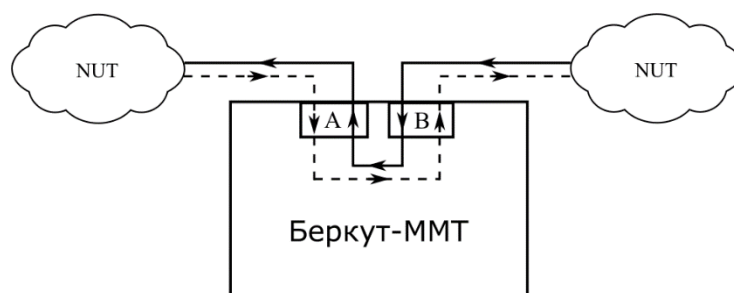
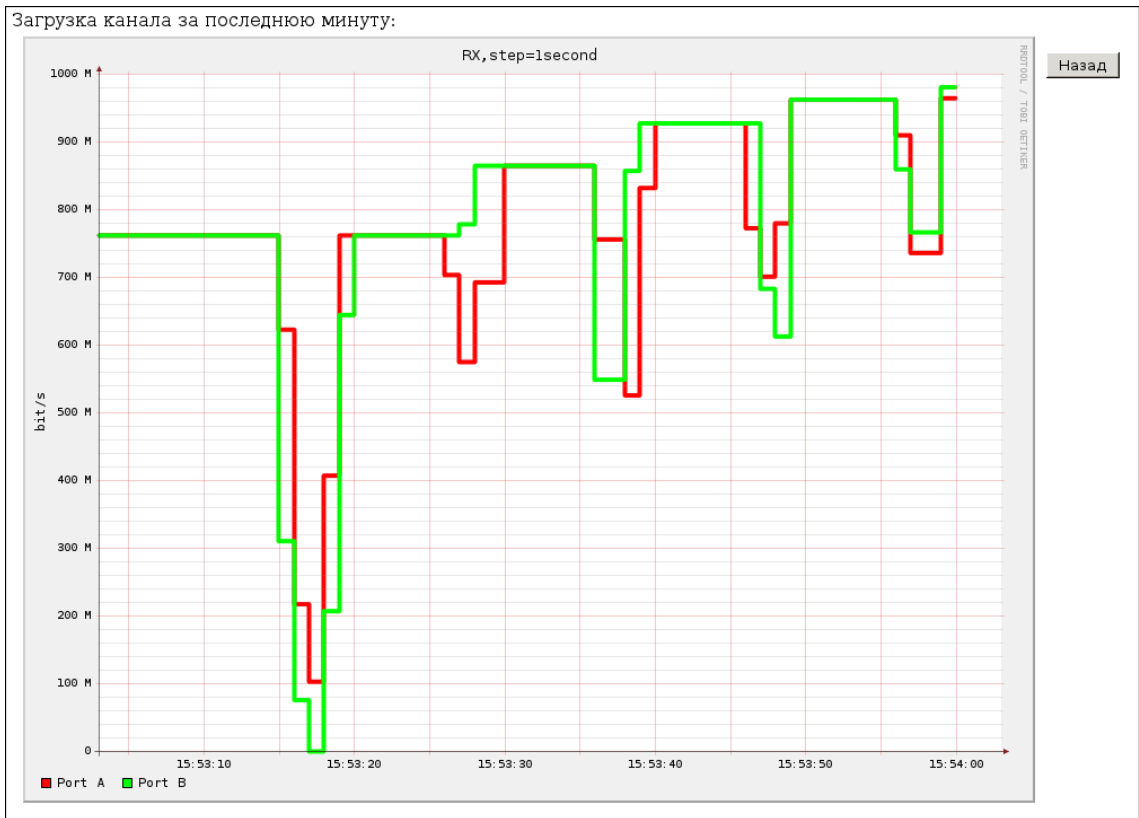

Рисунок 17.1. Подключение в режиме «Транзит»
Рисунок 17.2. График загрузки канала
1. Подключить прибор к тестируемой сети (см. рис. 17.1).
После выполнения вышеперечисленных действий трафик, приходящий на порт А(В) без изменений перенаправляется на порт В(А) (см. рис. 17.1). При этом выполняется сбор информации о нагрузке на приёмной части портов (см. рис. 17.2). Результаты доступны через WWW-интерфейс14.